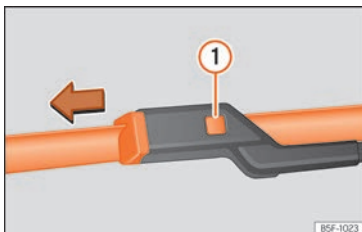

Fig. 49 Cambio de las escobillas del limpiaparabrisas.
- Mantenga presionada la tecla de desbloqueo » fig. 49 ❶ tirando ligeramente de la escobilla en el sentido de la flecha.